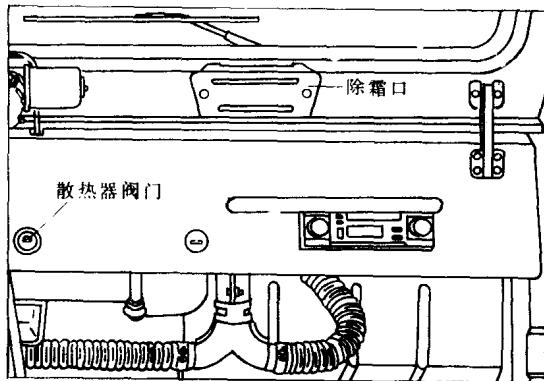

图 1-13 除霜器开关
10. 除霜器开关(图 1-13) 用来开动鼓风电动机,以便清除前风窗上的雾及冰霜。当点火开关处在通电位置时,开关才起作用。打开暖风装置散热器阀门(图 1-12)将开关拉出时,鼓风电动机运转,暖空气从除霜口流出(图 1-13)。